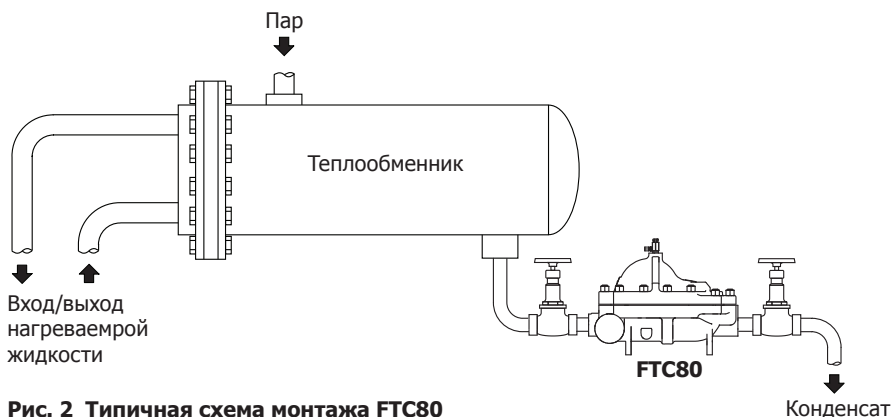

Рис. 2 Типичная схема монтажа FTC80
- 3.3** Определите направление движения среды, которое должно совпадать со стрелкой на корпусе конденсатоотводчика. Типичная схема монтажа изображена на рис. 2. При отводе конденсата в закрытую конденсатную магистраль, находящуюся под давлением, за конденсатоотводчиком необходимо установить обратный клапан.
- 3.6** Конденсатоотводчик должен располагаться как можно ближе к месту дренажа оборудования и ниже его, обычно на 150 мм (рис. 2). Если опуск перед конденсатоотводчиком не организовать, возможен вариант, когда на небольших нагрузках конденсат будет течь по нижней части трубопровода к конденсатоотводчику.